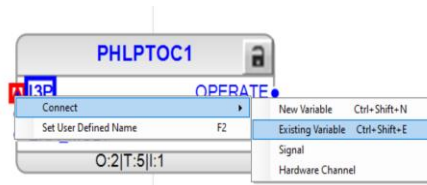

Imagen 213_Conexión de la entrada del bloque PHLPTOC1 a un variable creada previamente.
4.1.8 En el bloque “*PHLPTOC1*”, damos clic derecho en la entrada del bloque de protección “*I3P*”, seleccionamos “*Connect - Existing Variable*” como se muestra en la **Imagen 213**.